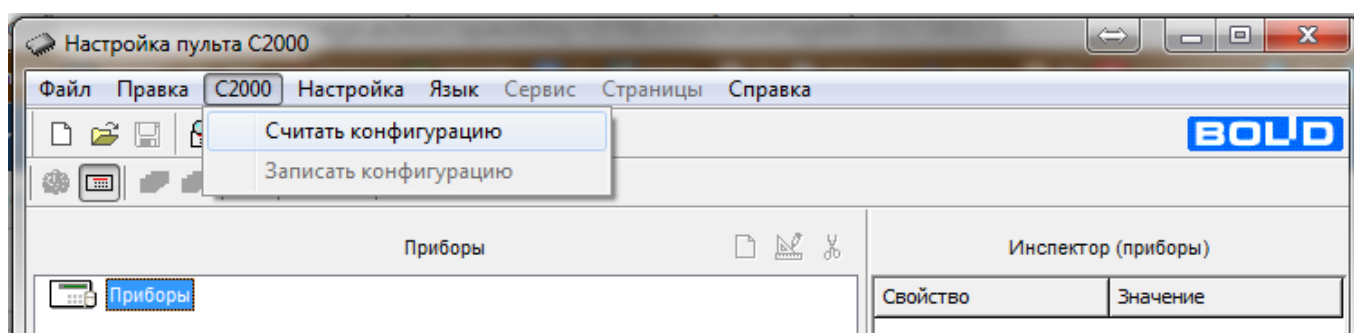

Рисунок 5 – Изображение прибора
1. Переведите **Пульт С2000М** в режим программирования. Для этого на клавиатуре нажмите кнопку **PRG**, введите пароль администратора, нажмите кнопку **ENT**, последовательно нажмите кнопки с цифрами **5** и **6** (рисунок 5).